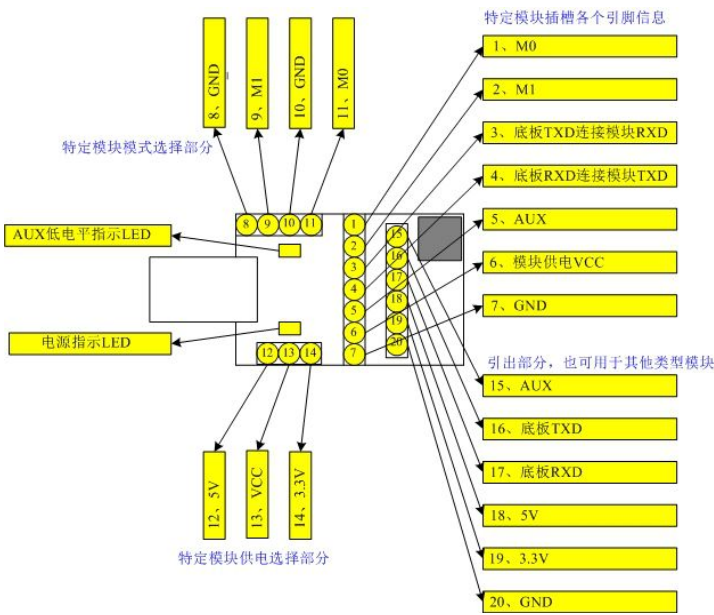

图 2 E15-USB-T2 引脚图
- 电源选择：用跳线帽短接图 2 所示 12、13 引脚选择 5V，或短接 13、14 选择 3.3V。**E30，E31，E32，E33，E35，E36 系列及 E50-TTL-100 仅可使用 3.3V；E34-TTL-100 及 E50-TTL-500 可使用 3.3V 或 5V（建议使用 5V）。**
- 模式选择：用 2 个跳线帽分别短接图 2 所示 8、9 引脚，10、11 引脚，则为模式 0；仅短接图 2 所示 8、9 引脚，则为模式 1；仅短接图 2 所示 10、11 引脚，则为模式 2；均不短接，则为模式 3。
- 注意事项：注意所使用的串口型模块支持的供电范围，需连接 4 个引脚，如图 2 所示引脚 18，选择 5V **（或，引脚 19，选择 3.3V）**；引脚 20，地线；引脚 16，底板 TXD；引脚 17，底板 RXD。**（附加功能，方便用户使用，本文不做详解）**